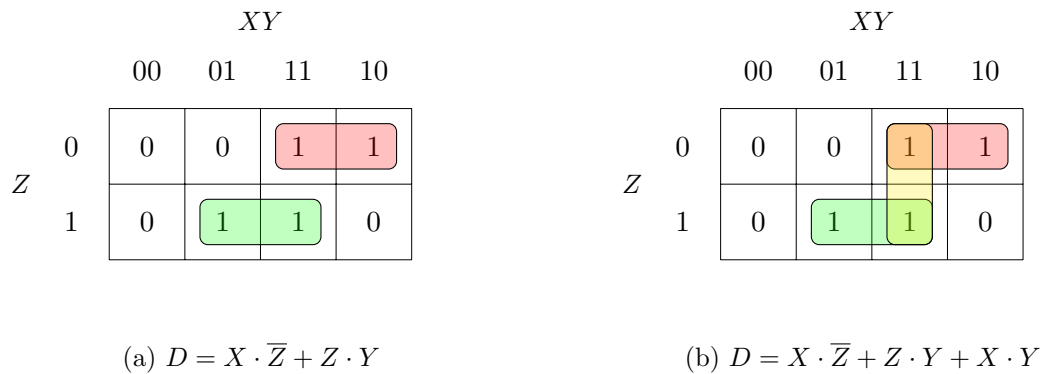

Figura 11: Término redundante para evitar static-1 hazard
**Remoción de hazard** Una vez que se tiene la síntesis lógica del circuito se hace una restructuración lógica a fin de evitar hazards, generalmente a expensas de **incrementar el área**. Por ejemplo, un método **para eliminar static hazards es generar redundancias en la lógica** tomando términos adicionales, si es posible, como en la Figura 11. **El costo es una mayor cantidad de compuertas** pero no tendremos una conmutación que nos genere consumo.